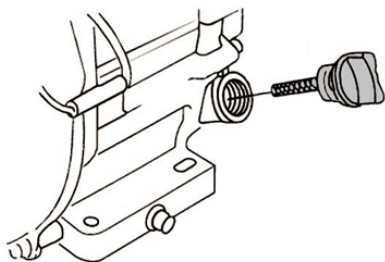

Рис. 18 Крышка-щуп маслозаливной горловины
2. Открутите крышку-щуп маслозаливной горловины и извлеките щуп (Рис. 18).
2. Выкрутите крышку-щуп маслосазливной горловины и извлеките щуп (Рис. 18).